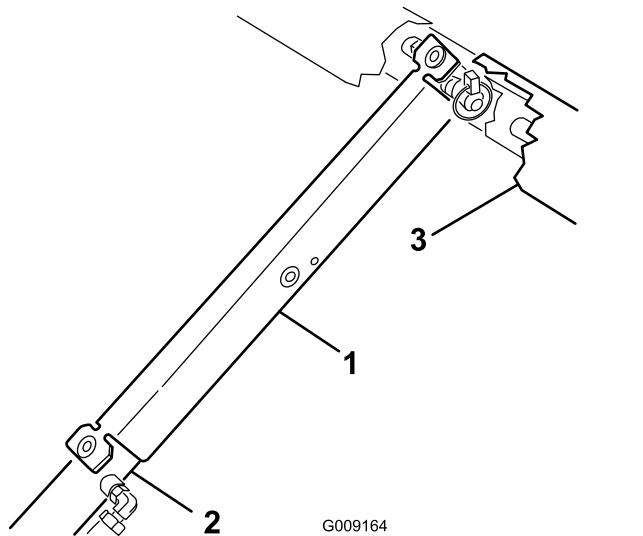

Bild 13
3. Schieben Sie die Ladepritschenstütze auf die Zylinderstange. Achten Sie darauf, dass die Endnasen der Stütze auf dem Ende der Zylindertrommel und auf dem Ende der Zylinderstange aufliegen (Bild 13).